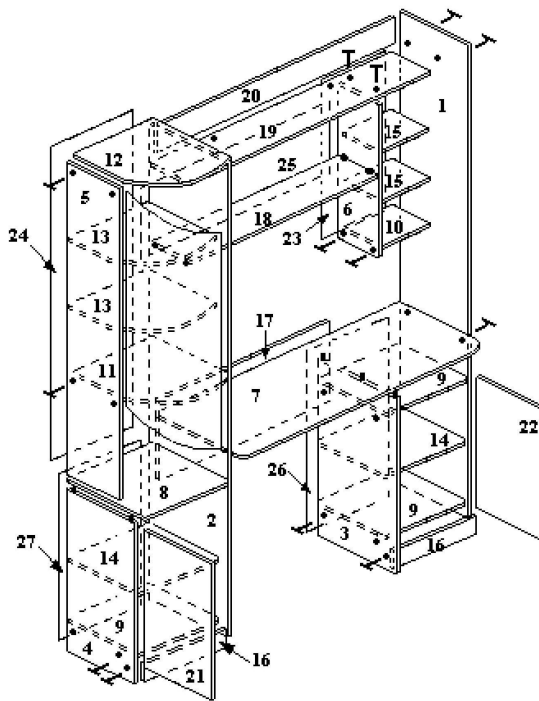

Рис.1
1. На бока (поз.1,2,3,4) установите подпятники. На бока (поз.1,4) установите ответные планки, а на двери (поз.21,22) – петли на шуруп 4*16 (рис.1). На бока (поз.1,2,3,4,5,6) установите полкодержатели.